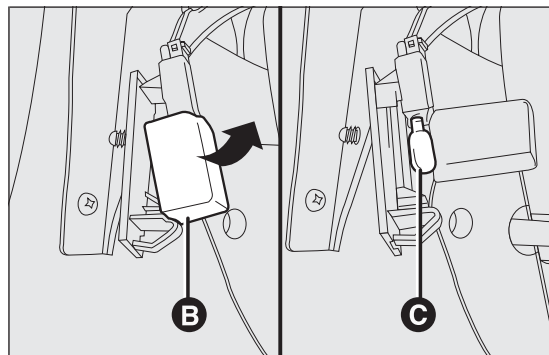

РИС. 123
- открыть крышку лампы В РИС. 123 и заменить лампу С РИС. 123, вставленную под давлением;